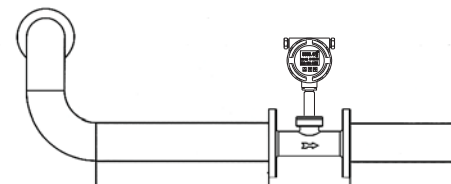

图8
e). 不同平面两个弯管的安装：流量计前直管段应 $\geq 25D$ 的等径直管段，后直管段应 $\geq 5D$ 的等径直管段如图8